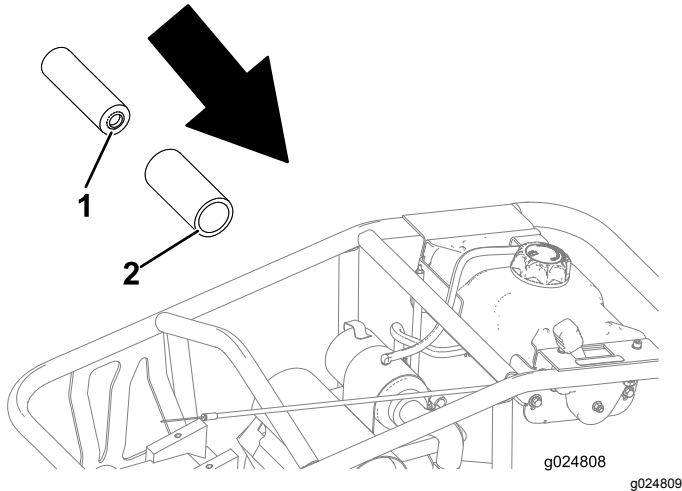

Figure 17
10. Posez les éléments du filtre à air et vérifiez qu'ils sont correctement positionnés (Figure 17).
Important: Assurez-vous que le côté ouvert des éléments du filtre à air sont orientés vers l'intérieur, c'est-à-dire vers la machine; en effet, la machine ne fonctionnera pas si les éléments ne sont pas orientés correctement en raison de la restriction d'air (Figure 17).